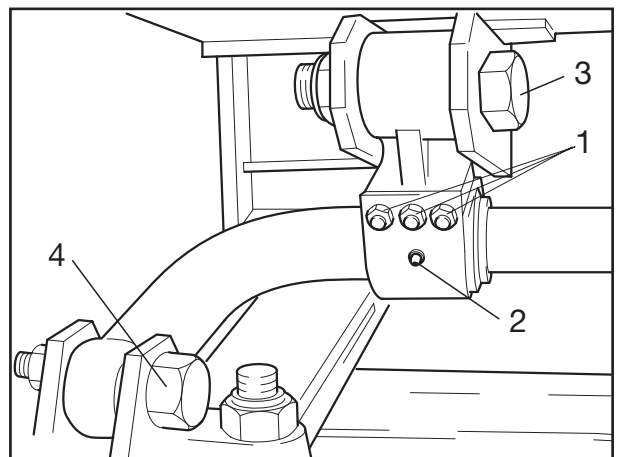

Fig. 9
- [15] Befestigungsschrauben (Fig. 9/1) des Formblechs einschieben, neue Sicherungsmuttern aufschrauben und mit dem vorgeschriebenen Anziehdrehmoment von 53 Nm festziehen.
- [16] Lagerung durch den Schmiernippel (Fig. 9/2) mit BPW Spezial-Langzeitfett ECO-Li^{Plus} abschmieren.
- [17] Sicherungsmuttern der Sechskantschrauben (Fig. 9/3 und 9/4) mit dem vorgeschriebenen Anziehdrehmoment von:
[15] Insert securing bolts (Fig. 9/1) through the shaped plate, screw on new locking nuts and tighten to the specified torque of 53 Nm.
[15] Faire entrer les vis de fixation (fig. 9/1) de la tôle de raccordement, visser les nouveaux écrous de sûreté et serrer au couple de serrage prescrit de 53 Nm.
[16] Graisser le palier à l'aide du graisseur (fig. 9/2) avec de la graisse spéciale BPW longue durée ECO-Li^{Plus}.
[17] Tighten the lock nuts of the hexagon bolts (Figs. 9/3 and 9/4) to the specified torque of 750 Nm (700 - 825 Nm).
[17] Serrer les écrous de sûreté des vis à six pans (fig. 9/3 et 9/4) au couple de serrage prescrit de 750 Nm (700 - 825 Nm).